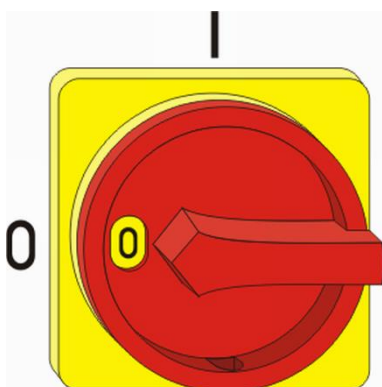

Abb. 51: Hauptschalter
1. Hauptschalter am Steuergerät in Stellung "0" bzw. "Off" (Abb. 51) drehen.